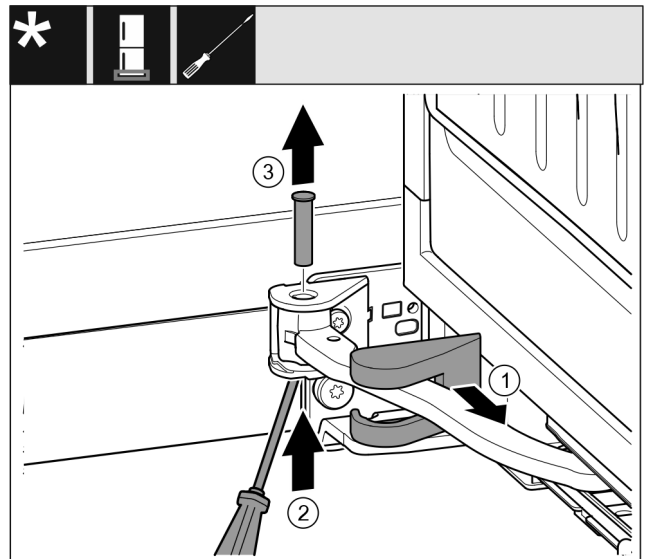

Fig. 15
- ▶ Nuimkite atraminės gembės dengiamąją plokštelę ir pastumkite išilgai lanksto. Fig. 15 (1)
- ▶ Varžtą iš apačios pakelkite pirštu arba atsuktuvu. Fig. 15 (2)
- ▶ Atsuktuvu laikykite varžto galvutę ir ištraukite varžtą. Fig. 15 (3)